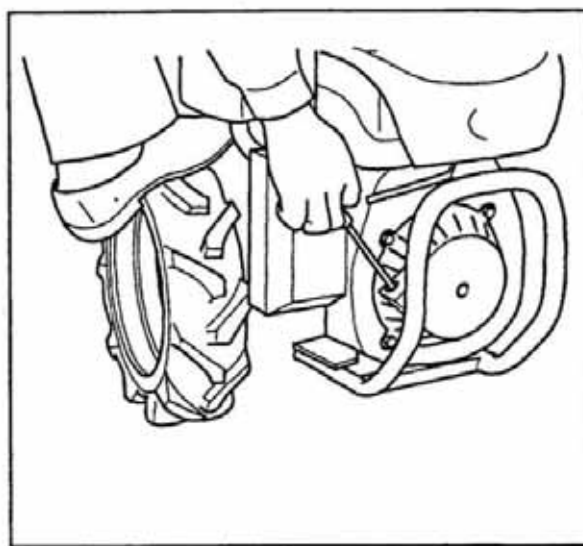

РИС.16
3. Медленно потяните за ручку стартера до тех пор, пока система сцепления не будет задействована, затем рывком потяните, опершись ногой (Рис.16).